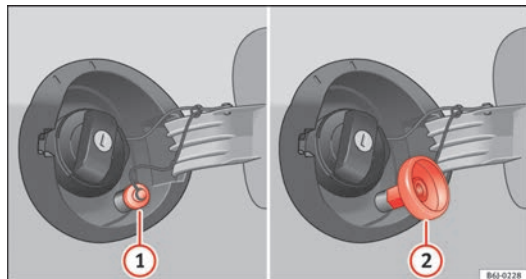

Fig. 131 Trappe à carburant ouverte avec goulot de remplissage de GPL et adaptateur.
⇒ fig. 131 ①.
- Vissez l'adaptateur nécessaire ⇒ fig. 131 ② dans le goulot de remplissage de gaz ①.
- Dévissez l'adaptateur ⇒ fig. 131 ②.
- Vissez le bouchon du goulot de remplissage de gaz ⇒ fig. 131 **1**.